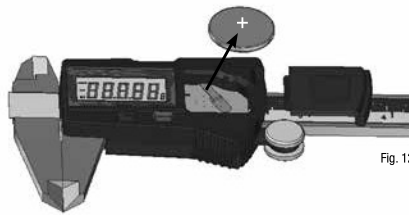

Fig. 12
- Come prima cosa, togliere il coperchio della batteria (9); premendo leggermente con il pollice, fare scorrere il coperchio della batteria verso destra. Posizionare il dito nella parte in alto a sinistra della batteria ed estrarre la batteria dallo strumento (Fig. 12).